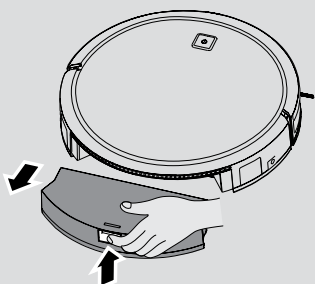

Fig. 17
1. Pressionar o botão de libertação e puxá-lo para fora. **[Fig. 17]**
2. Pressione o botão de libertação do depósito de pó e remova-o do Robot. **[Fig. 17]**